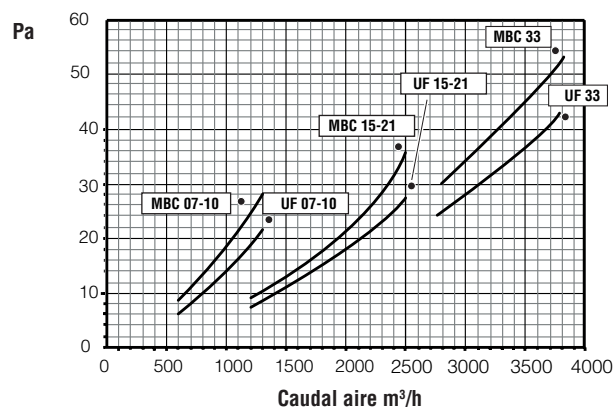

fig.07
La fig. 07 incluye las pérdidas de carga (Pa) lado aire en función del caudal para los accesorios **MBC** y **SUF**
- una placa adhesiva fig.07 que informa del modelo, sí como del peso bruto y del cliente;